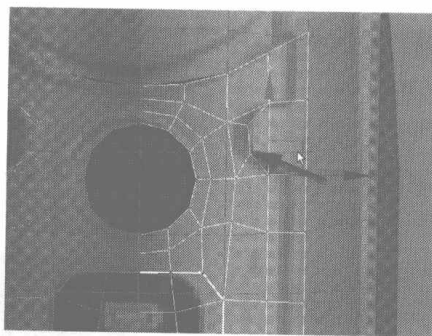

图 3.93
- 10** 显示所有物体，在 Front 视图中用 Cut 命令添加一些细分线，划分出小按钮的区域，如图 3.93 所示。